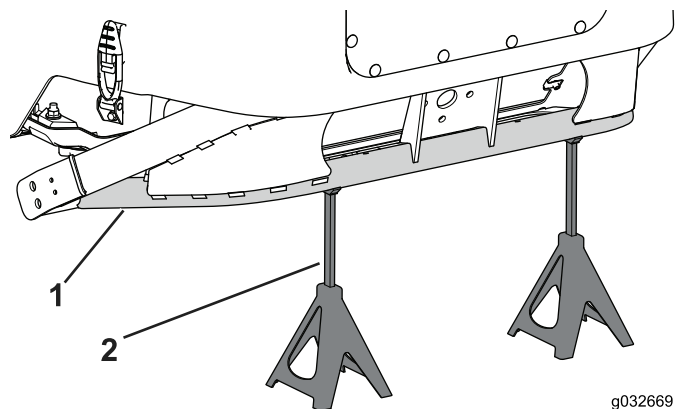

図 85
1. ジャッキスタンド2台でフレーム後部を支えて機体前部を浮かす 図 85。